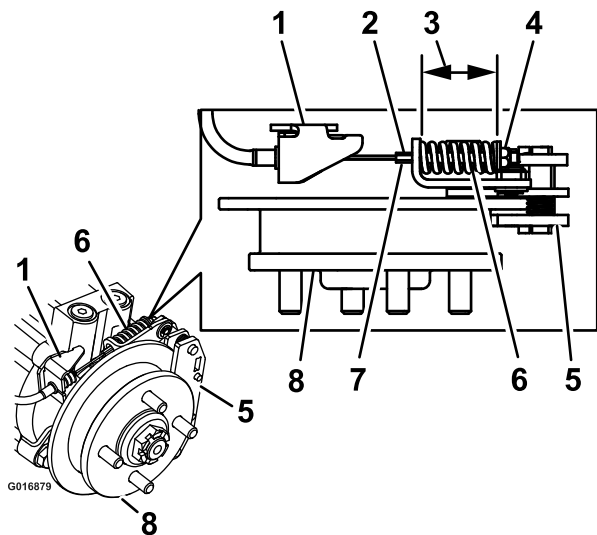

Figura 73
9. Sujete el extremo de la varilla roscada con una herramienta y ajuste la contratuerca hasta que el muelle mida de 1-1/2 a 1-9/16 pulgada (3,8 a 4,0 cm) (Figura 73). No deje que el cable gire mientras se aflojan las tuercas.